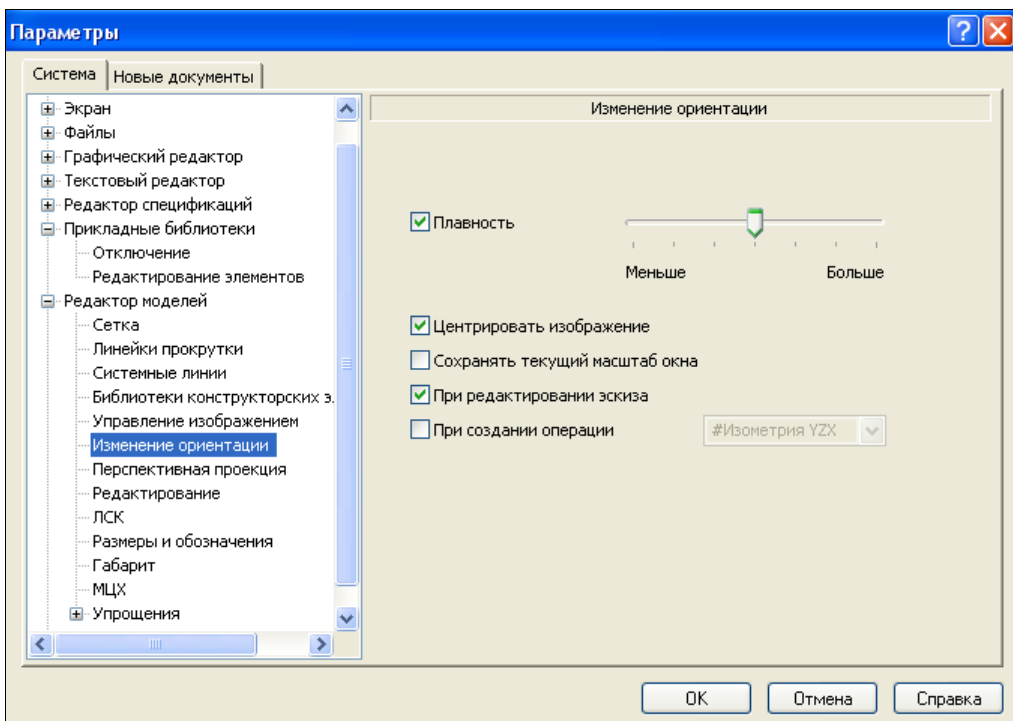

Рис. 27.2. Диалоговое окно **Параметры** с открытой панелью **Изменение ориентации**
- ♦ щелкните ЛК мыши по пункту **Изменение ориентации** (рис. 27.2). В правой части диалогового окна на одноименной панели зададим следующие параметры: